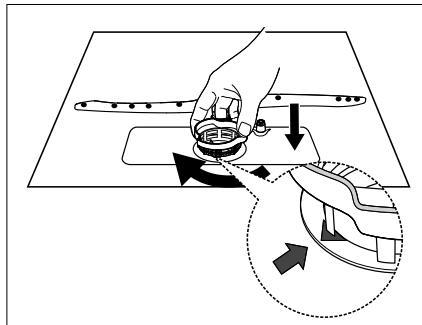

Fig. 21
- ▶ Para volver a insertar el sistema de filtro, proceda a la inversa (véase **fig. 21**).